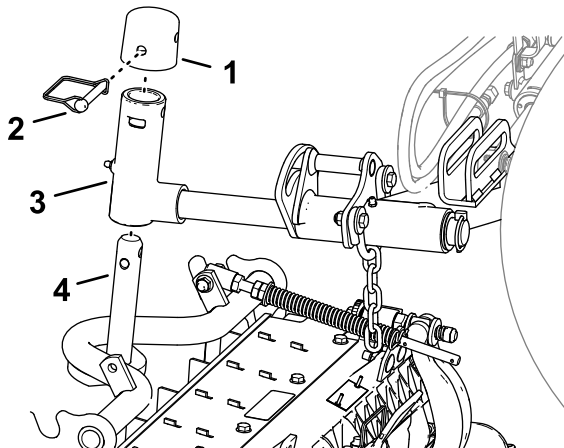

Bild 23
1. Schieben Sie ein Mähwerk unter den Hubarm (Bild 23).